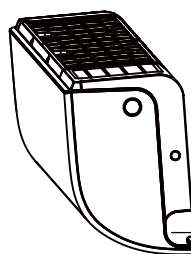

Fig. 4.9
2. Se o furo na parede estiver atrás da unidade, mantenha o painel amovível no sítio. Se o furo na parede estiver na lateral da unidade interior, retire o painel plástico amovível da lateral da unidade. (ver Fig. 4.9). Assim irá deixar uma abertura que permite ligar a tubagem à saída da unidade. Use um alicate para remover este painel plástico, é difícil remover apenas com o uso das mãos.